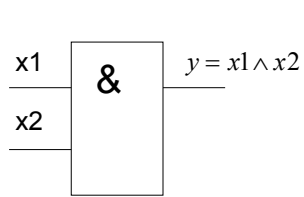

Рис. 157
3. Конъюнкция, или логическое умножение. Элемент, реализующий функцию конъюнкции, называется И (смотрите рис. 157, 158).  $Y = x_1 \wedge x_2 \wedge \dots \wedge x_n$